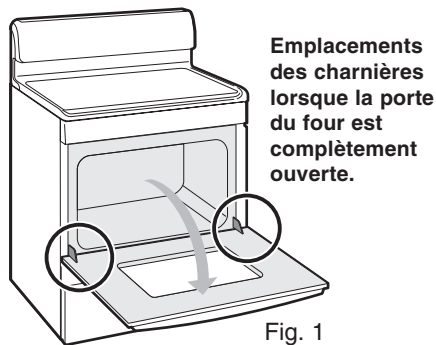

Fig. 1
1. Ouvrez complètement la porte du four (parallèle au sol, fig. 1).
3. Ouvrez complètement la porte du four (parallèle au sol, fig. 1).